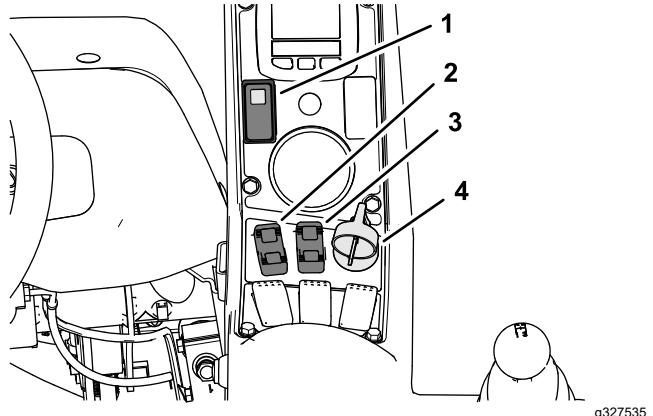
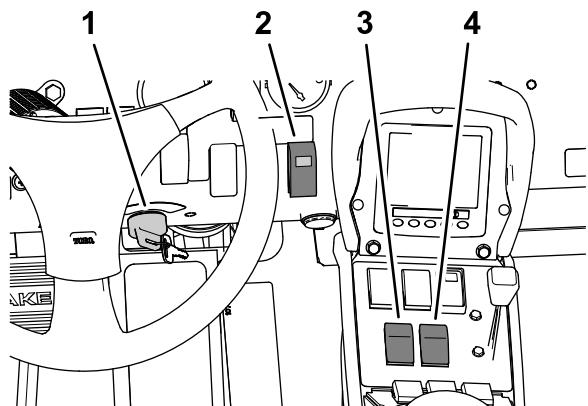
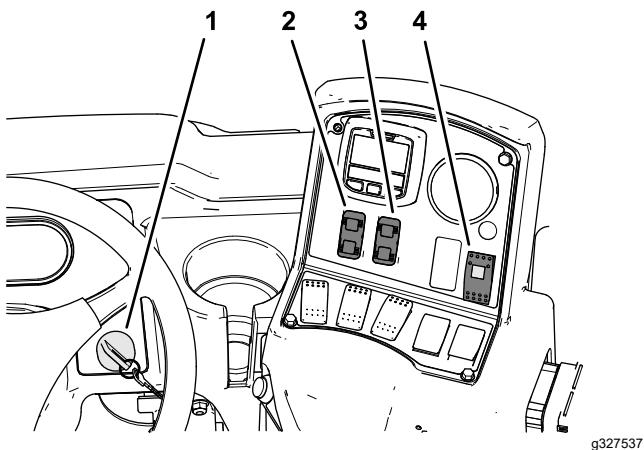

図 41
図 42
図 43
4. ソニックブームのスイッチを ON にする図 41、図 42 または図 43。